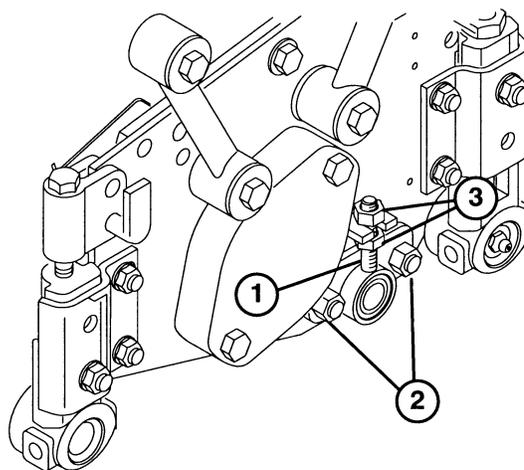

Fig. 4
4. Allentare i 2 bulloni a testa tonda del regolatore della controbarra (Fig. 4).
5. Regolare i dadi al fine di muovere in su o in giù il regolatore della controbarra fin quando la carta viene pizzicata lungo tutta la superficie della controlama allorché la manopola di regolazione della controlama viene regolata a non più di due scatti oltre il primo contatto fra controlama e cilindro (Fig. 4).